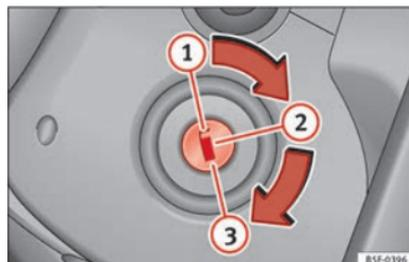

Fig. 185 Posizioni della chiave di accensione.
- Girare la chiave fino a raggiungere la posizione ① » fig. 185.
- Estrarre la chiave di accensione dalla posizione ① » fig. 185 » ⚠.